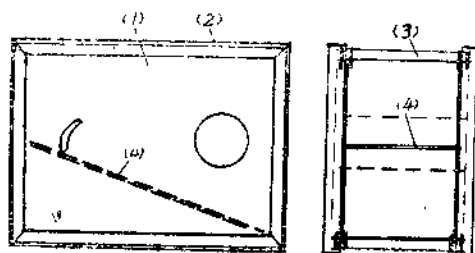

图 7
4. 箱体 它是由几块方木板及三角鉄构成的，它的作用是把所有的部件都固定在这架子上（见图7）（1）木板，（2）三角鉄，由4只螺絲（3）固定，当中还有一块斜板（4）风吹不掉的橡子由这斜板滚下。